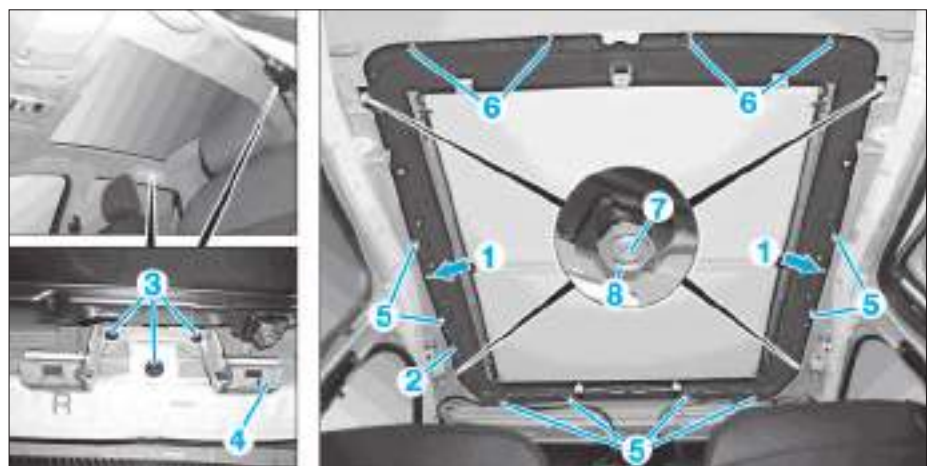

FIG. 61
- Placer une pince de maintien (1) dans les perçages gauche et droit du cadre de toit panoramique (2) (**Fig.61**).
- De chaque côté, déposer les vis (3) et enlever la fixation (4).
- Desserrer les vis (5) et (6) jusqu'à ce que les assemblages vissés soient séparés.
- Desserrer les vis (7) jusqu'à ce que les assemblages vissés soient séparés.
• Placer une pince de maintien (1) dans les perçages gauche et droit du cadre de toit panoramique (2) (Fig.61).